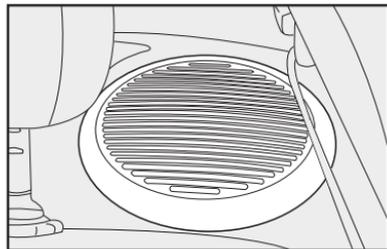

fig. 67
- Altoparlantes traseros **fig. 67 y 68**.